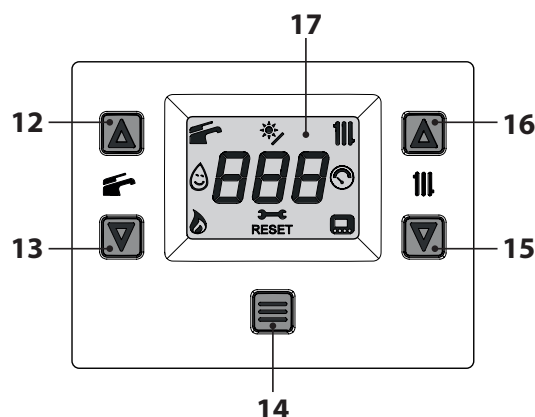
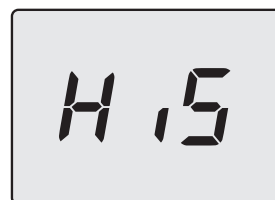

Figura 9.1
Figura 9.2
- Entrare in "modalità programmazione" premendo contemporaneamente per 5 secondi i tasti 13 e 15 (Figura 9.1) fino a far apparire sul display LCD le lettere **HiS** che indicano il menu "Storico delle caldaia" (Figura 9.2).
- Premendo il tasto 14 (Figura 9.1) si ottiene la conferma del valore inserito. Il display visualizzerà per 5 sec. quanto segue (Figura 9.6) poi, si porterà al livello superiore.
- tenere premuti contemporaneamente i tasti 13 e 15 per 5 sec. (Figura 9.1) (ritorno al livello precedente).